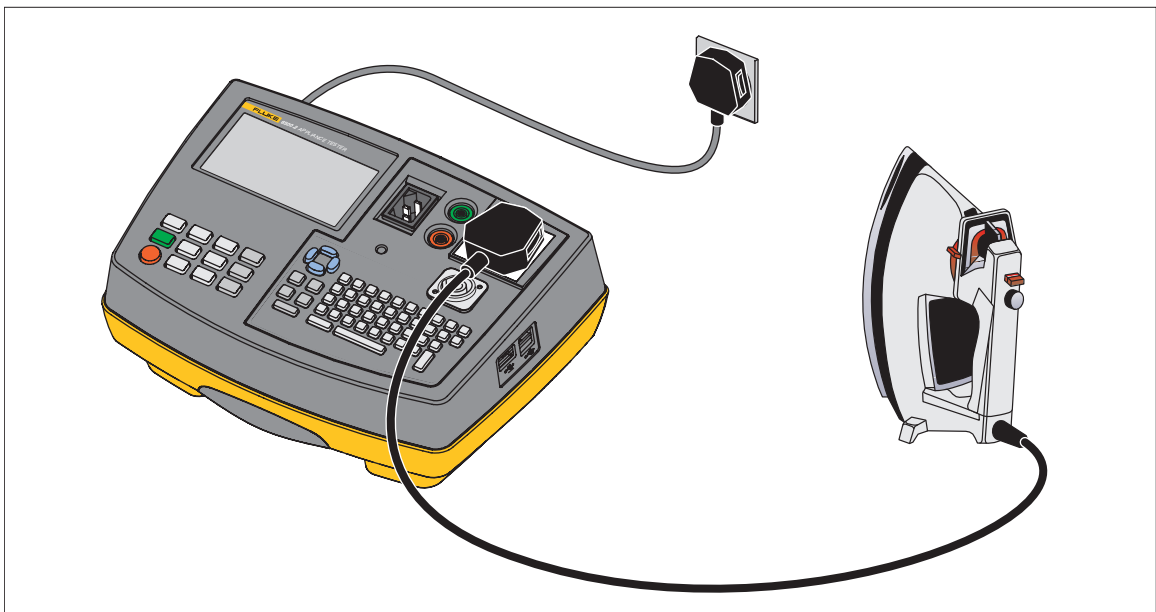
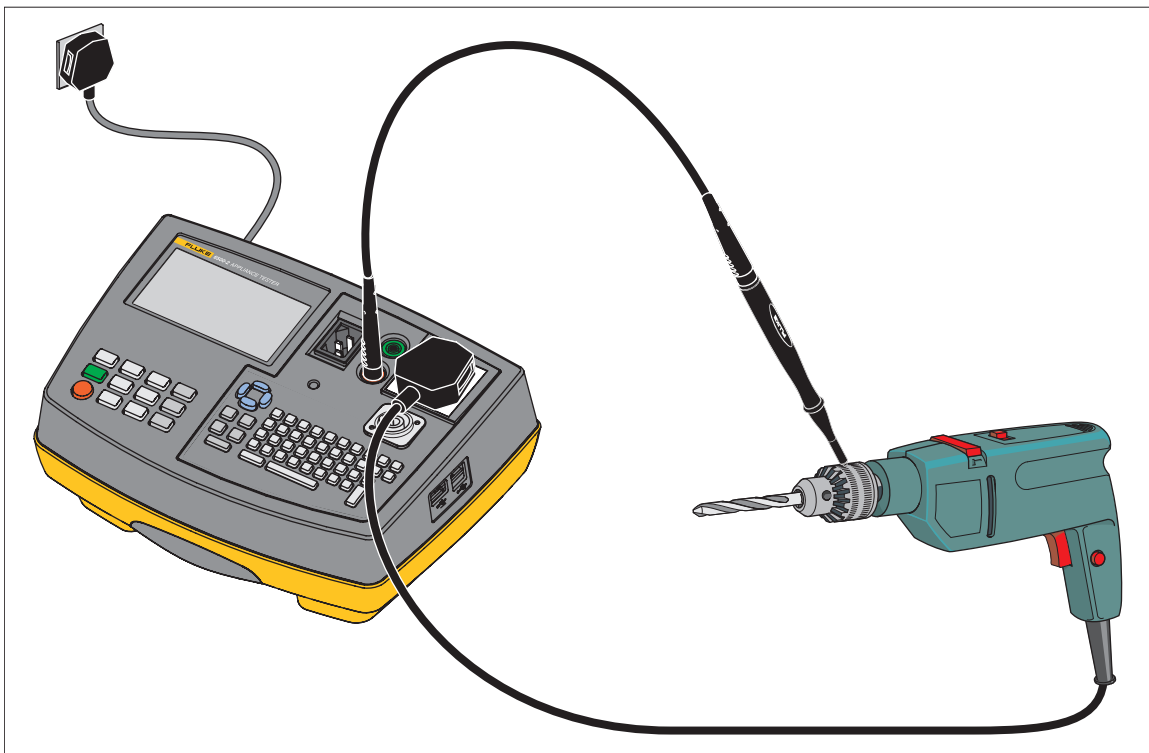

图 3.绝缘测试连接 1 类
图 4.绝缘测试连接 II 类
- 根据显示屏的指示连接电器和测试探头，请参见图 3 和图 4。